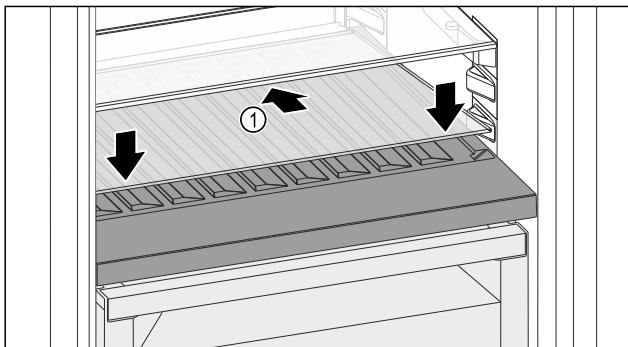

Fig. 223
- Glasplatte Fig. 223 (1) schräg und nach hinten unten geneigt ansetzen.
- Glasplatte Fig. 223 (1) vorne absenken.